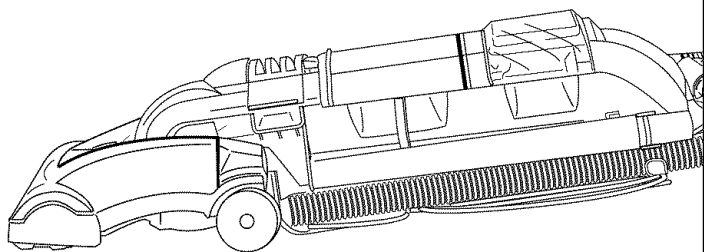

FIG. 26
- Step 1:** Lower handle to floor to change lightbulb (FIG. 26).
**Étape 1 :** Baisser le manche jusqu'au plancher pour changer l'ampoule (FIG. 26).
**Paso 1:** Baje el mango hasta el piso para cambiar el foco de luz (FIG. 26).